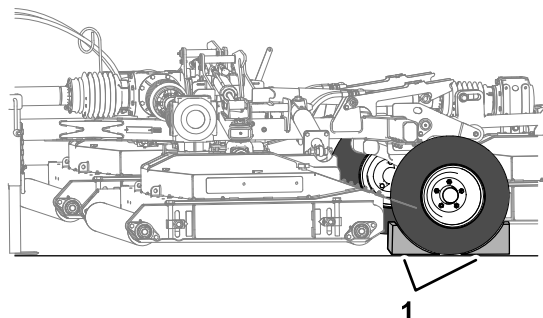

Bild 24
7. Legen Sie unter beide Räder des Mähers Unterlegkeile (Bild 24).